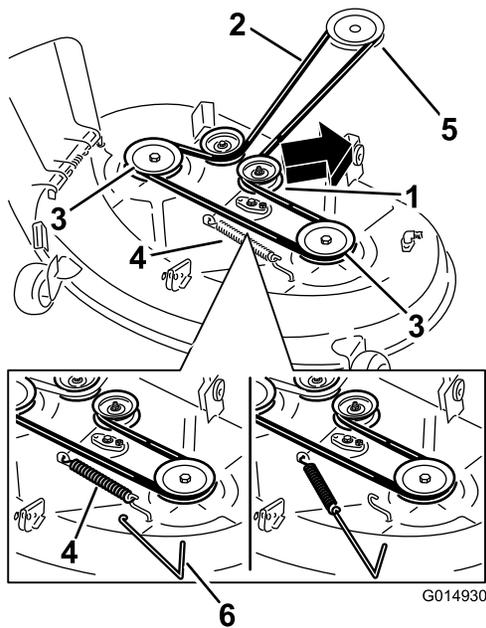

Figura 72
6. Usando una herramienta para la retirada de muelles (Pieza Toro 92-5771), retire el muelle tensor del gancho de la carcasa para eliminar la tensión de la polea tensora, y retire la correa de las poleas (Figura 71 y Figura 72).
7. Enrute la correa nueva alrededor de las poleas del motor y del cortacésped (Figura 71 y Figura 72).
8. Con la ayuda de una herramienta para la retirada de muelles (pieza Toro N° 92-5771), instale el muelle tensor sobre el gancho de la carcasa y tense la polea tensora y la correa (Figura 71 y Figura 72).